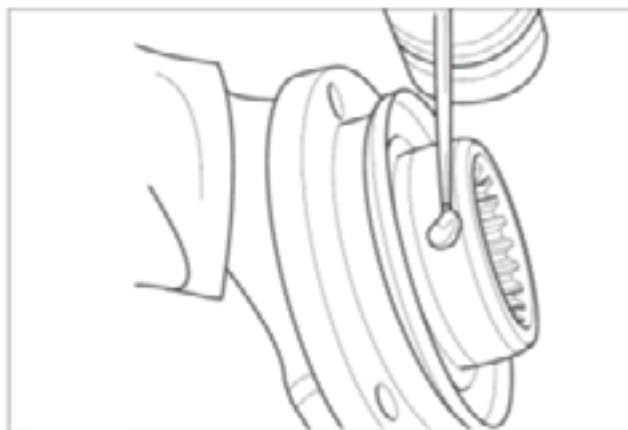

Fig. 4.7
2. Se não for necessário substituir o defletor, lubrifique o assento da pista do vedador no flange (Fig. 4.7)